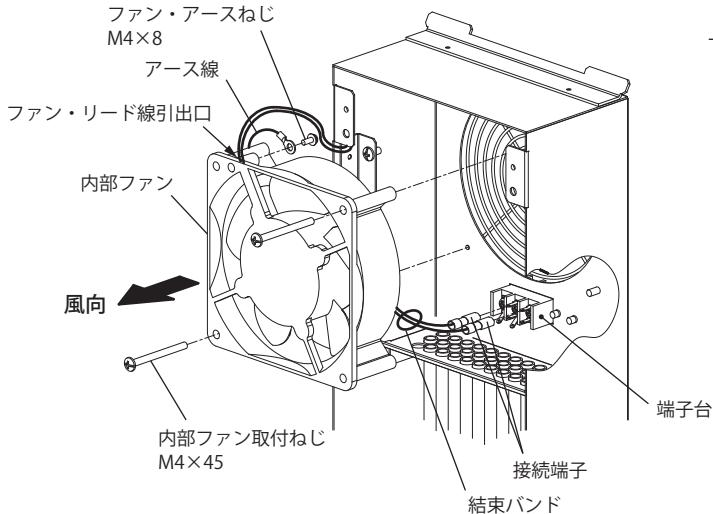

図 10
- 内部ファン取付ねじ M4×45(2 カ所)を取り外し、端子台横の結束バンドを外してください。(図 10)